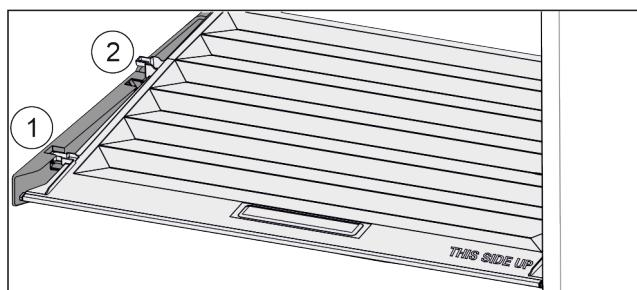

Fig. 137
- Pokrov povlecite naprej Fig. 137 (1) do odprtine v držalnih delih.
- Zadaj ga od spodaj dvignite in odstranite Fig. 137 (2) navzgor.